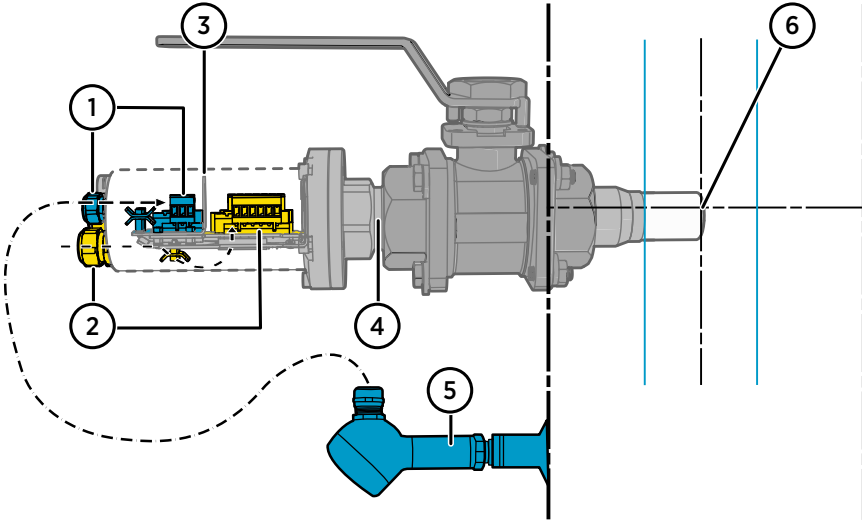
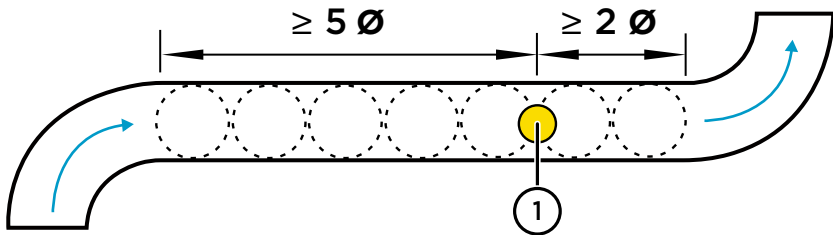

Figura 14 Ejemplo de instalación de la sonda serie MGP260 con rutas de cableado y orientación y profundidad recomendadas
Figura 15 Posición de instalación recomendada para la sonda MGP260 en la tubería
La Figura 14 \(página 76\) muestra un ejemplo de instalación de válvula de bola de la sonda MGP260. La figura resalta las rutas de cableado correctas y muestra la profundidad y orientación recomendadas para la instalación. Un instrumento de medición de presión externo (elemento 5) se muestra como ejemplo de las opciones de entrada de compensación de presión: para obtener una descripción de las alternativas, consulte Opciones de entrada de compensación de presión \(página 77\).
La Figura 15 \(página 77\) muestra la posición de instalación recomendada para MGP260. Instale la sonda en tramo recta de tubería, en diámetros descendentes de tubería  $\geq 5$  de la curva más cercana u otra característica que afecte el flujo de gas y en diámetros ascendentes  $\geq 2$  de la siguiente curva o característica similar. Para obtener mejores resultados, use la orientación y la profundidad de instalación que se muestra en la Figura 14 \(página 76\).
- Medición de la presión recibida desde un instrumento de medición de presión externo a través de los terminales de entrada Ex ia (4 ... 20 mA) en el tablero de componentes de MGP260. Esta es la opción recomendada: para ver un ejemplo, consulte Figura 14 \(página 76\). El cableado de la entrada del instrumento de presión externo se muestra en Diagrama del cableado \(página 83\).